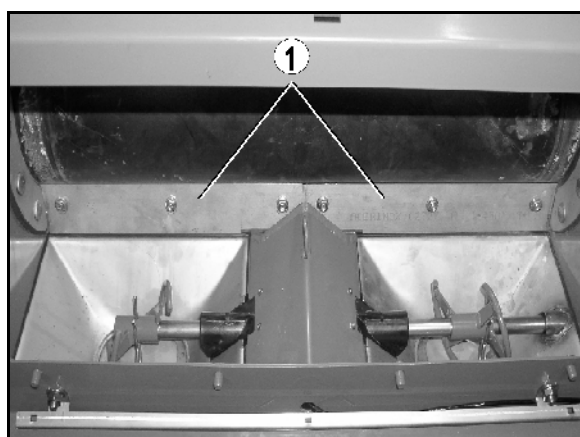
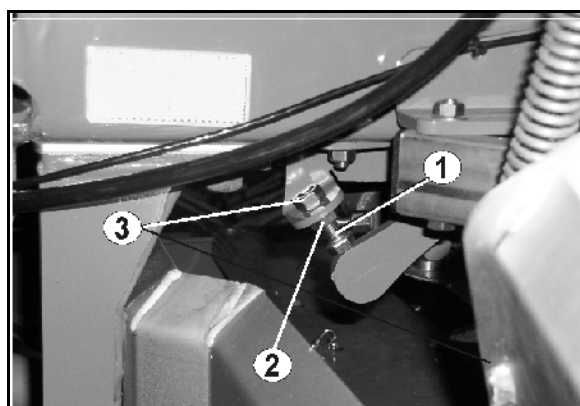

Рис. 85
Рис. 86
Давление скребка (Рис. 85/1) на основание ленточного транспортёра **с обеих сторон** агрегата регулируется с помощью регулировочного винта (Рис. 86/1):
1. Затягивайте гайку (Рис. 86/2) регулировочного винта до тех пор, пока сегментные листы не будут правильно прилегать к основанию ленточного транспортёра.
2. Затяните контргайку (Рис. 86/3) с помощью инструмента.